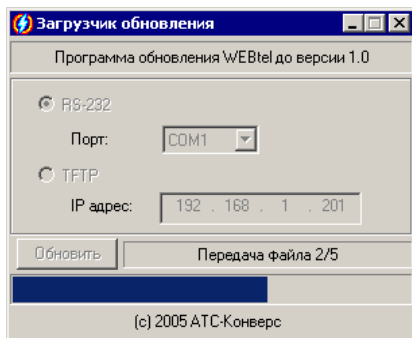

Рисунок 30 – Отображение процесса обновления ПО адаптера
10.5.5 Кратковременно нажмите кнопку «СБРОС» на передней панели адаптера, при этом должен начаться процесс передачи данных в адаптер, в статусной строке отображается количество переданных файлов (рисунок 30).